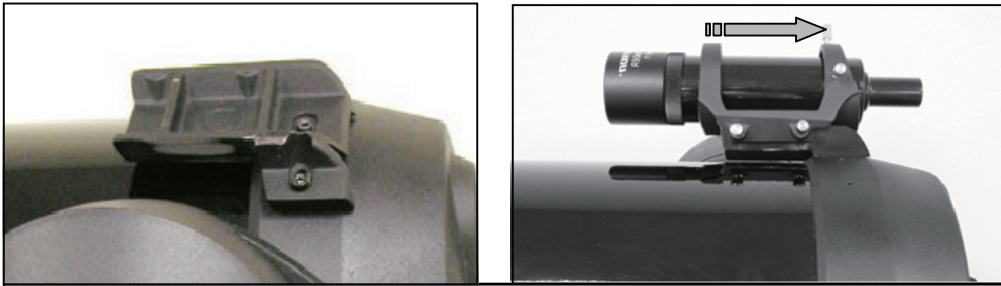

図 1-5
3. 図 1-5 に示すように、取り付けブラケットを後部セルの 2 つの穴の上に置きます。